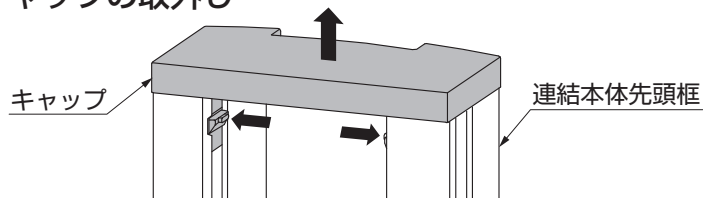

図5-1
- ①連結本体先頭框のキャップの突起部を押して、上に引上げてはずしてください。(図5-1参照)